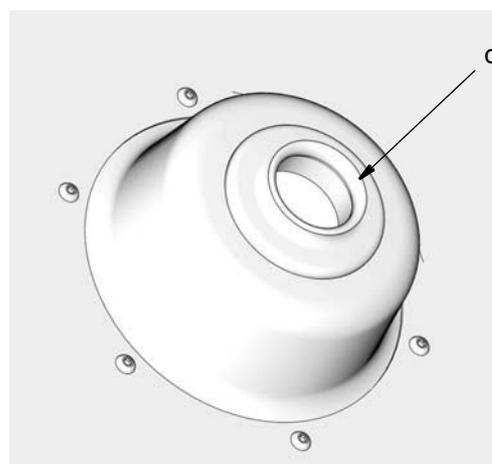

ABB. 7
5. Die Nachläuferplatte untersuchen, um sicherzustellen, dass die Gummitülle (c) in der Mitte der Platte sitzt (ABB. 7).